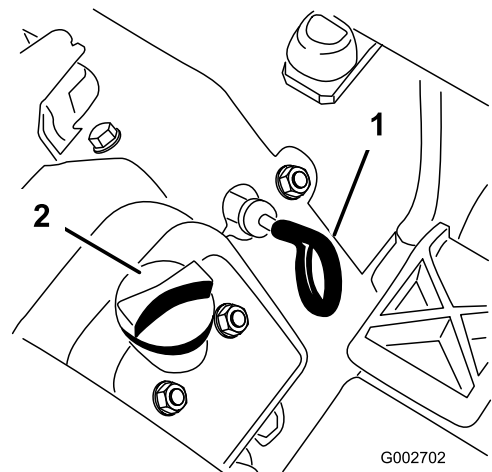

Figura 13
3. Saque la varilla (Figura 13) y límpiela con un paño limpio. Introduzca la varilla en el tubo asegurándose de que entre a fondo. Retire la varilla del tubo y verifique el nivel de aceite. Si el nivel de aceite es bajo, retire el tapón de llenado de la cubierta de la válvula y añada suficiente aceite para elevar el nivel a la marca Lleno de la varilla.